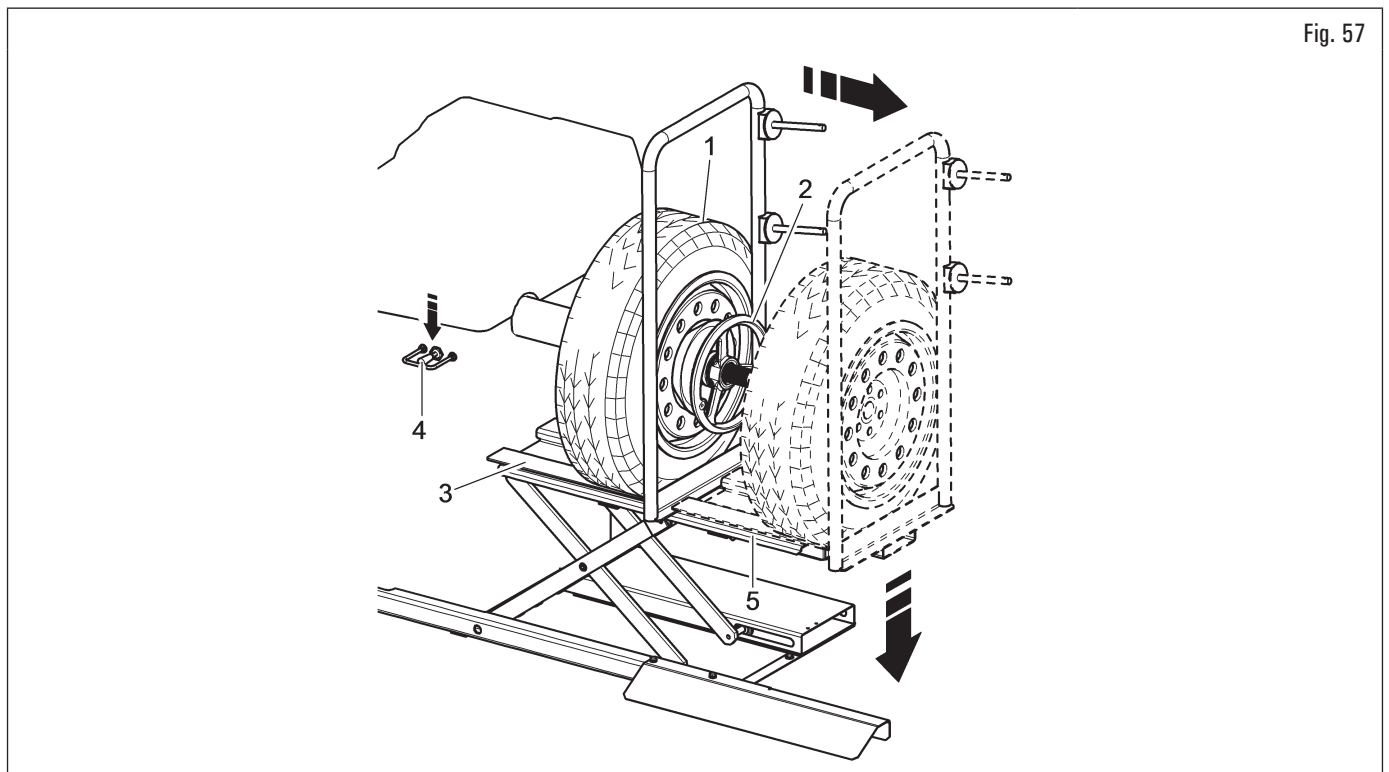

Fig. 57
3. sbloccare la ruota (Fig. 57 rif. 1) dal mandrino togliendo i dispositivi di bloccaggio (Fig. 57 rif. 2);
4. traslare verso destra l'appoggio ruota (Fig. 57 rif. 3) con lo pneumatico appoggiato su di esso;
5. abbassare il comando di discesa (Fig. 57 rif. 4) e far scendere a terra la pedana (Fig. 57 rif. 5);